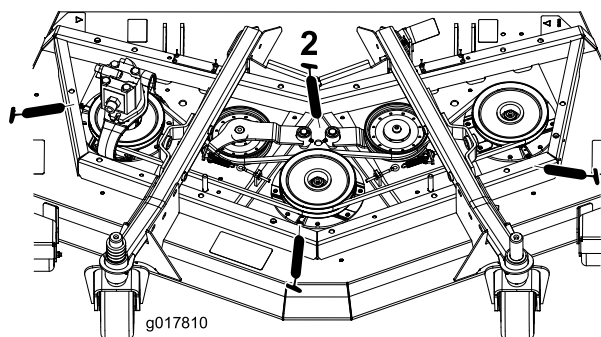

Figura 37
- Rolamentos do veio do eixo (3) (Figura 37)
- Casquilhos da articulação do braço intermédio (2) (Figura 37)